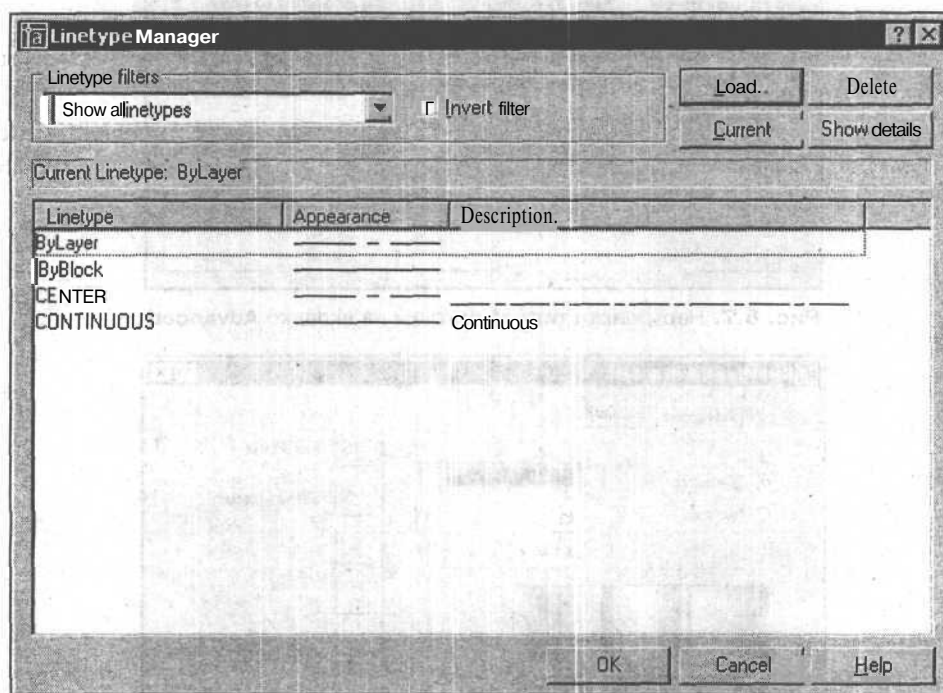

Рис. 8.9. Диалоговое окно диспетчера типов линий
1. В меню **Format** (Формат) выберите **Linetype** (Типы линий) для вызова диспетчера типов линий. Появится диалоговое окно **Linetype Manager** (Диспетчер типов линий) (рис. 8.9).